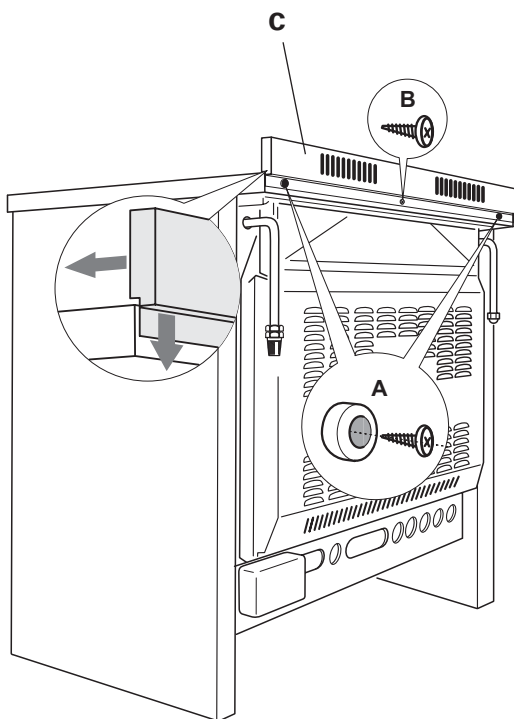

Fig. 8.4
Avant d'installer la cuisinière, assembler la protection arrière "C" (fig. 8.4).
- Enlever les entretoises "A" (fig. 8.4) en dévissant la vis de fixation.